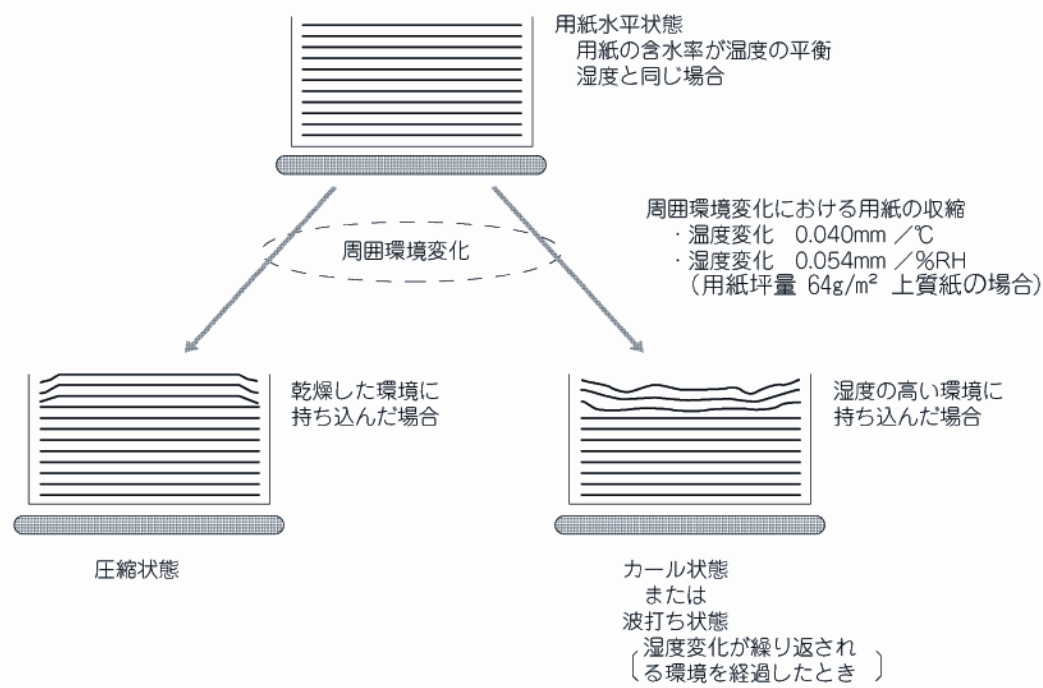

図 3.12 水分量変化による用紙のカール
- b) 常温常湿環境から低温低湿環境に用紙を搬入した場合には、乾燥して用紙が上向きにカールする場合があります。（図 3.12 参照）